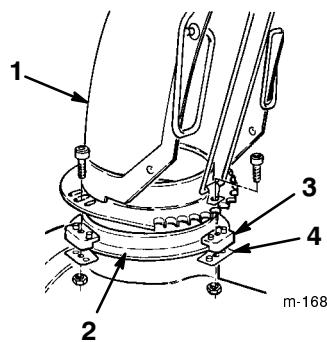

Figure 13
- Placez l'éjecteur (ouverture vers l'avant) sur l'ouverture d'éjection de sorte que les dispositifs de retenue en plastique se trouvent sur la couronne (Fig. 13).
- Serrez la vis et le contre-écrou de gauche pour positionner le dispositif de retenue en appui contre la plaque de retenue et pour fixer l'éjecteur à la couronne (Fig. 13).
- Poussez les autres dispositifs de retenue vers l'éjecteur (fendu) et serrez les vis (Fig. 13).
- Vérifiez que l'éjecteur pivote librement sur la couronne. S'il résiste, déplacez le dispositif de retenue droit vers l'extérieur (Fig. 13).